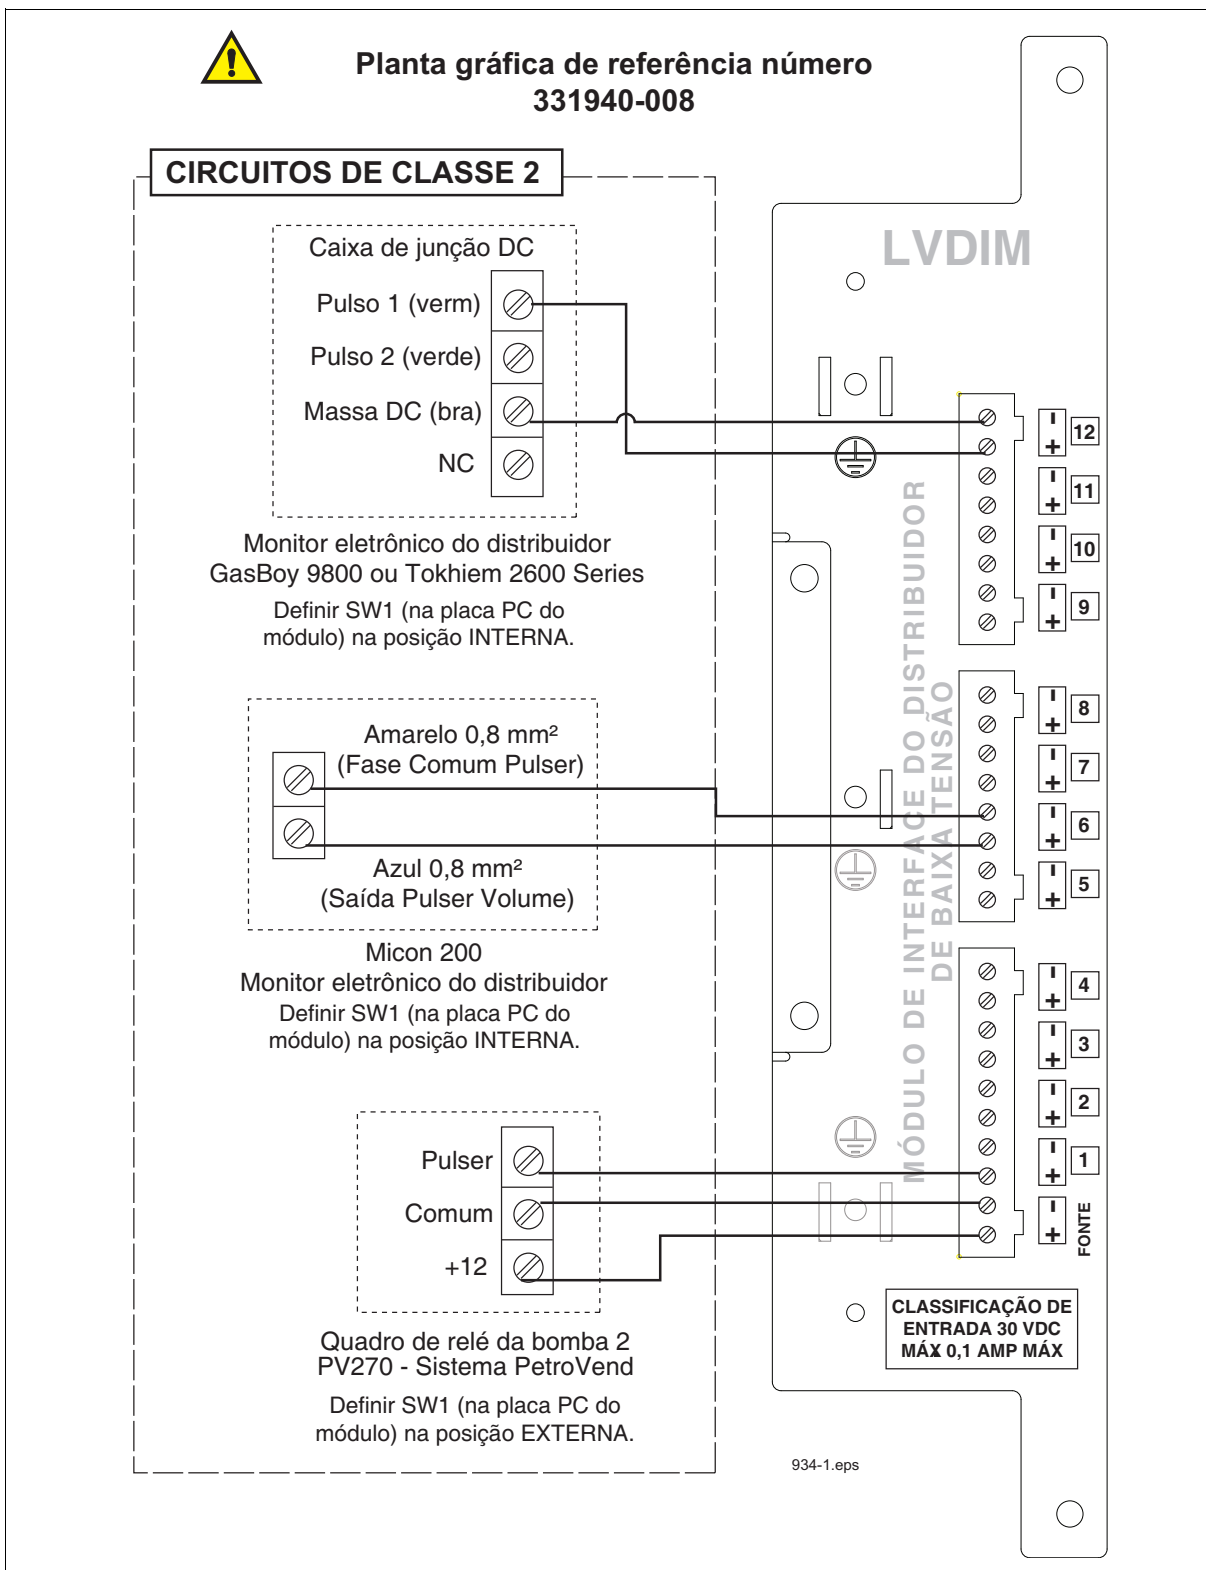

Figura 43. Conexão de dispositivos ao módulo LVDIM
- Figura 43 - Conexões de fio em módulo LVDIM